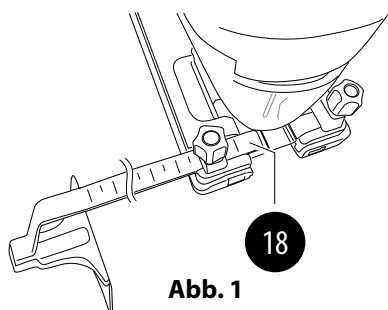

Abb. 1
3. Stellen Sie den Abstand ein, indem Sie die gewünschte Zentimeteranzahl auf dem Seitenanschlag über der roten Linie **18** ausrichten (siehe **Abb. 1**).
- Zeichnen Sie zunächst eine gewünschten Linie auf dem Werkstück ein, nach der Sie sich richten können. Mithilfe der roten Linie zwischen den Feststellschrauben (siehe **Abb. 1**, Seite 18), können Sie das Produkt entlang Ihrer eingezeichneten Linie führen, um das Werkstück präzise zu sägen.